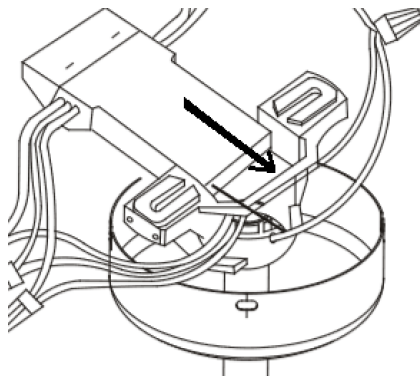

Fig. 11
9. Inserte con cuidado el receptor remoto por encima de la bola de suspensión en el espacio restante del soporte de montaje. Tenga cuidado de no dañar o aflojar ningún cableado. (Fig. 11)